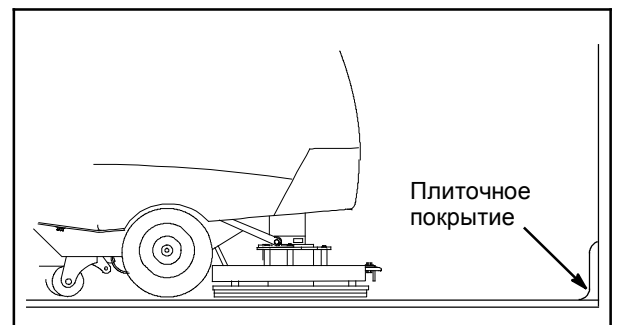

РИС. 74
8. Модель с орбитальной чистящей головкой: соблюдайте осторожность при работе рядом с плиточным покрытием (Рисунок 74) и конструкциями с напольным креплением, такими как раковины, и другие бьющимися предметами. Держите металлическую кромку чистящей головки в стороне, чтобы избежать повреждений.